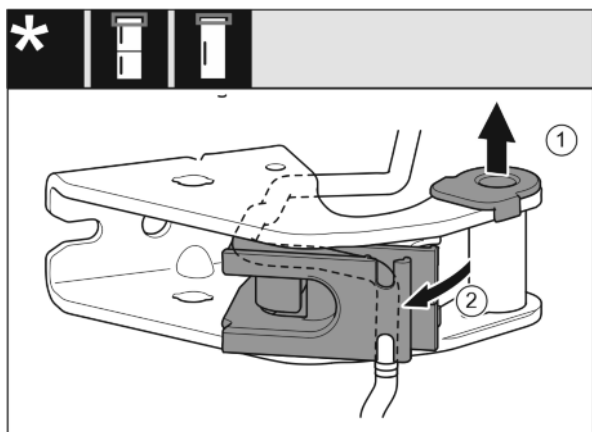

Fig. 21
- ▶ Извадете лагерната втулка от водача. Fig. 21 (1)
- ▶ Завъртете навън кабелния държач. Fig. 21 (2)